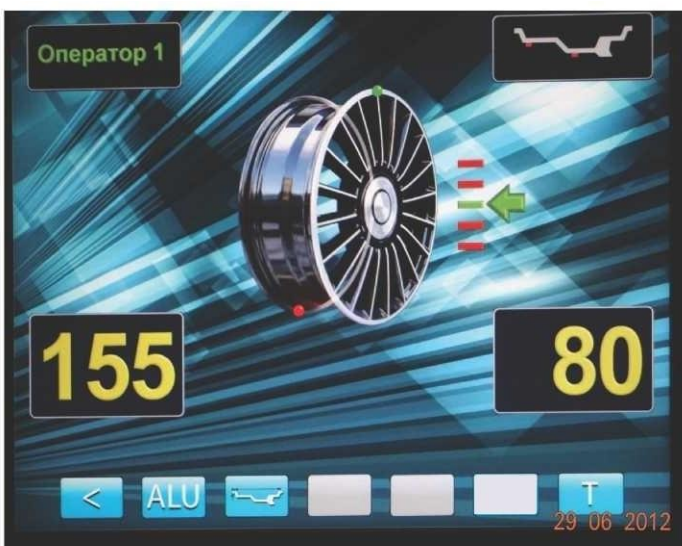

рис.12.1.
13.16. Запустите СБ, опустив защитный кожух, либо нажав кнопку «START». На экране основного рабочего режима изображение диска колеса начнёт вращаться. После окончания цикла измерения автоматически включится тормозное устройство и вал СБ остановится. В окнах 1 и 4 появятся значения масс балансировочных грузов в граммах, а на изображении диска появятся две красные точки, отмечающие места их установки (рис.12.1).